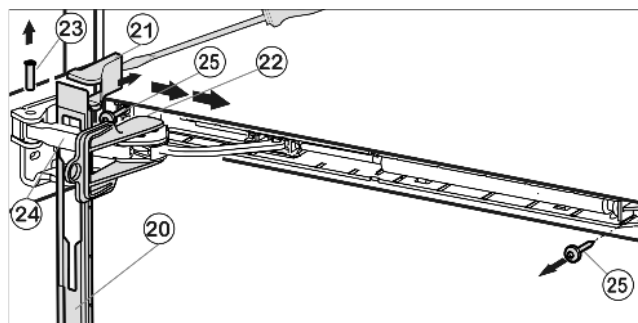

Fig. 10
- ▶ Przesunąć przesłonę ponad pałąkiem amortyzatora Fig. 10 (24) do przodu, w kierunku urządzenia.
- ▶ Zaczepić zabezpieczenie Fig. 10 (22) w otworze podłużnym.
- ▶ Podważyć osłonkę Fig. 10 (21) śrubokrętem od zewnątrz i wyjąć na zewnątrz.
- ▶ Wypchnąć sworzeń Fig. 10 (23) od dołu.
- ▶ Nacisnąć pałąk amortyzatora Fig. 10 (24) w kierunku drzwi.
- ▶ Zdjąć przesłonę Fig. 10 (20).
- ▶ Odkręcić amortyzator zamykania drzwi (2 razy Torx® 15) Fig. 10 (25).